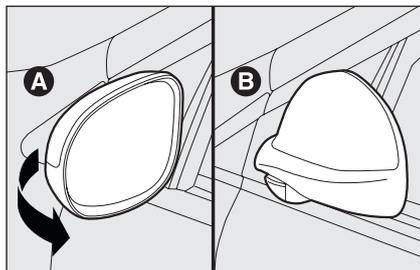

fig. 34
In caso di necessità (per esempio quando l'ingombro dello specchio crea difficoltà in un passaggio stretto) è possibile ripiegare gli specchi spostandoli dalla posizione **A-fig. 34** alla posizione **B**.
**Durante la marcia gli specchi devono sempre essere in posizione A-fig. 34.**